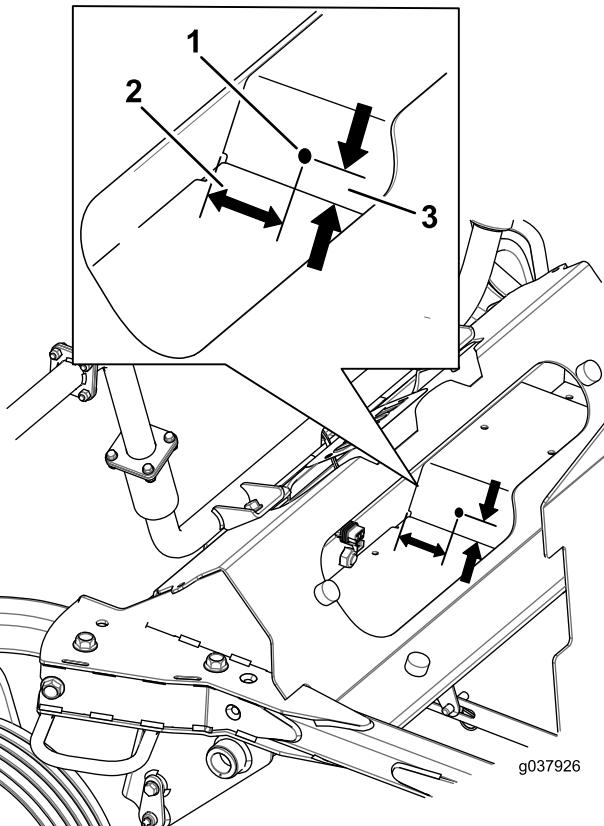

Figura 3
3. Abra os orifícios para a buzina como se mostra na Figura 3.